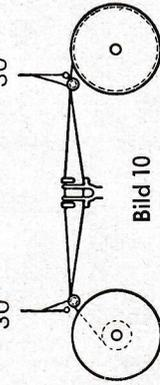

Bild 10
Zur Erleichterung kann man vorerst ein Loch in das Farbband stechen. Dann wird die Spule in die Maschine eingesetzt, und das Band wird durch Drehen der Spule aufgewickelt. Hierauf wird es in gleicher Weise an der anderen Spule befestigt. Das Band ist dann in die beiden Führungsrollen (30) einzulegen (siehe Bild 10). Das Einhängen des Bandes in den Farbbandheber zeigt Bild 11.